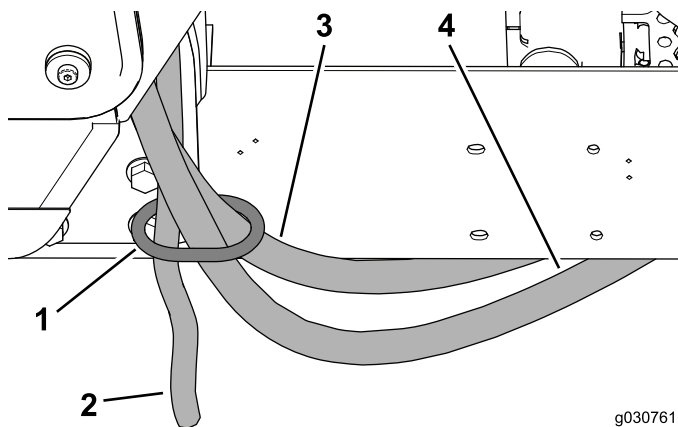

Figura 36
4. Disponete i flessibili per il riscaldamento e il flessibile di spurgo attraverso l'anello del flessibile sul supporto posteriore della cabina (Figura 36).